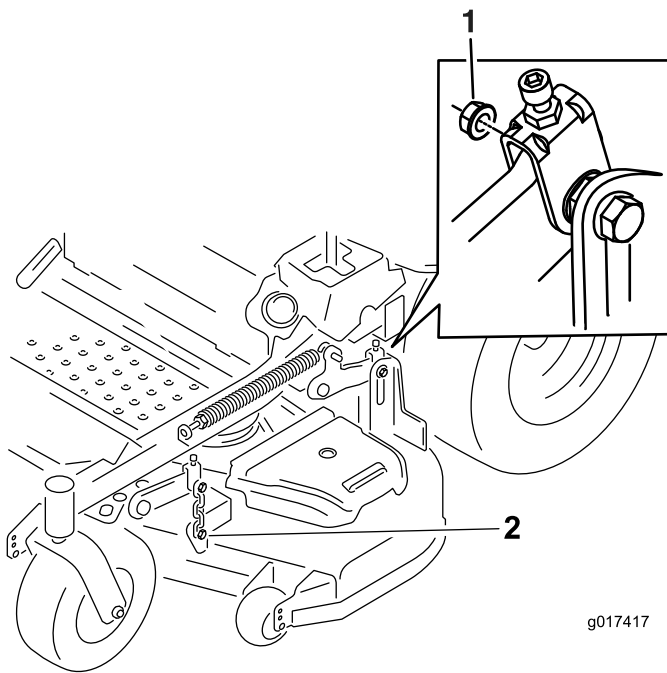

Figura 83
7. Retire y guarde los herrajes de ambos lados de la carcasa (Figura 83).